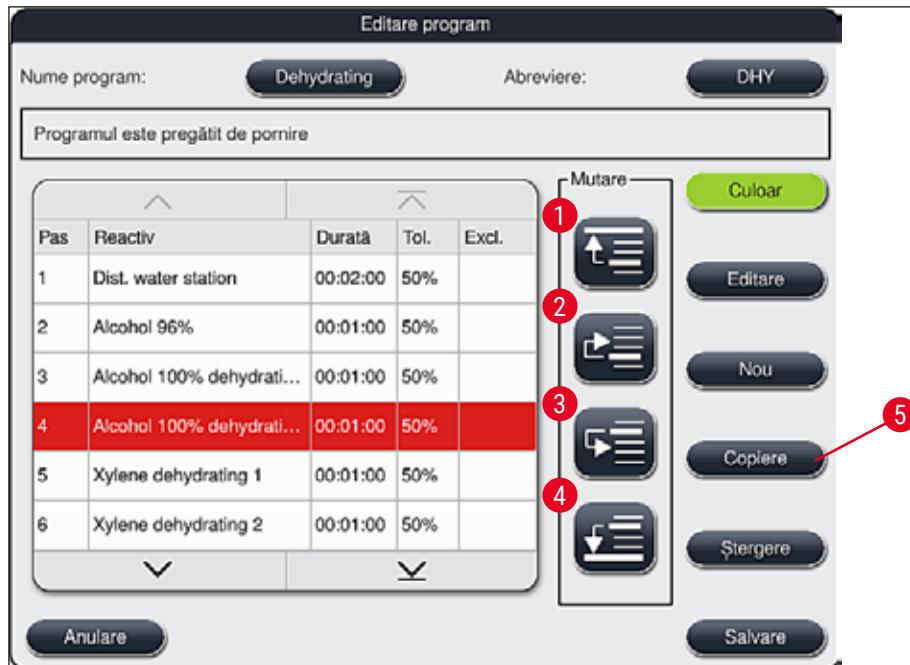

Fig. 49
- Se deschide fereastra **Editare program** (→ "Fig. 49").
- Prin utilizarea butonului **Salvare** ( $\rightarrow$  "Fig. 49"), modificările sunt acceptate. Apăsați tasta **Anulare** pentru a renunța la înregistrare.